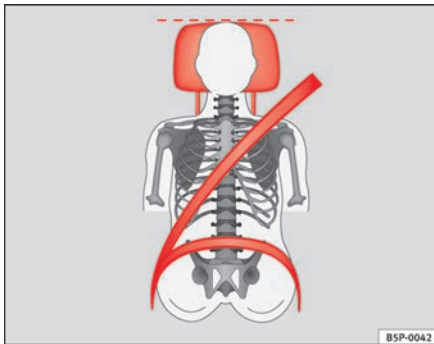
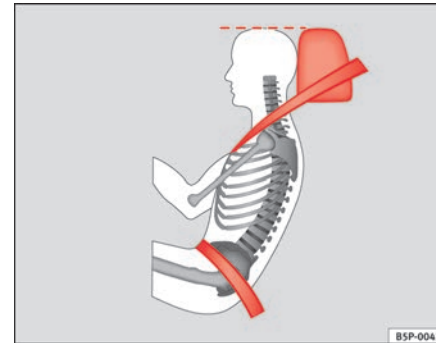

Abb. 91 Von vorne betrachtet: richtig eingestellte Kopfstütze und korrekter Gurtbandverlauf
Abb. 92 Von der Seite betrachtet: richtig eingestellte Kopfstütze und korrekter Gurtbandverlauf
- Stellen Sie die Kopfstützen so ein, dass sich die Oberkante der Kopfstütze möglichst auf einer Linie mit dem oberen Teil Ihres Kopfes, bzw. mindestens auf Augenhöhe befindet ⇒ Abb. 91 und ⇒ Abb. 92.